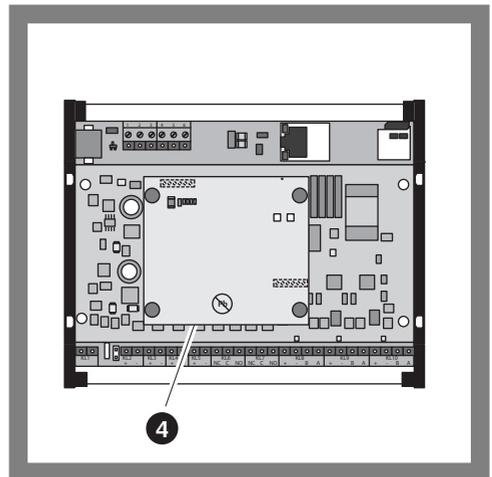

Abb. 2
- 3 Stecken Sie vorsichtig das SCALA WLAN-Modul entsprechend den Verbindungssteckern (Abb. 2 – ④) und Abstandshaltern auf den SCALA Controller.
Die elektronischen Bauteile des SCALA WLAN-Moduls zeigen nach unten (Abb. 2 – ④).